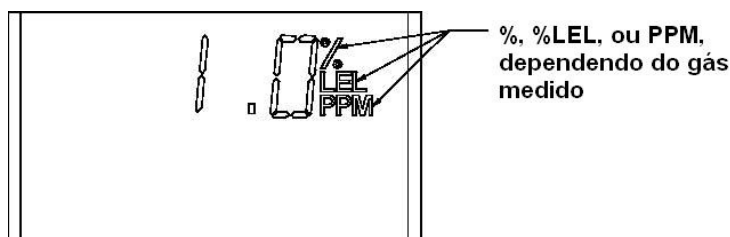

Figura 2-1. Concentração de Gás no Display LCD
- Depois da contagem regressiva de trinta segundos, observe que o tipo de gás e a concentração de gás (ppm, % de gás ou % de LEL) piscam alternadamente (Figura 2-1).